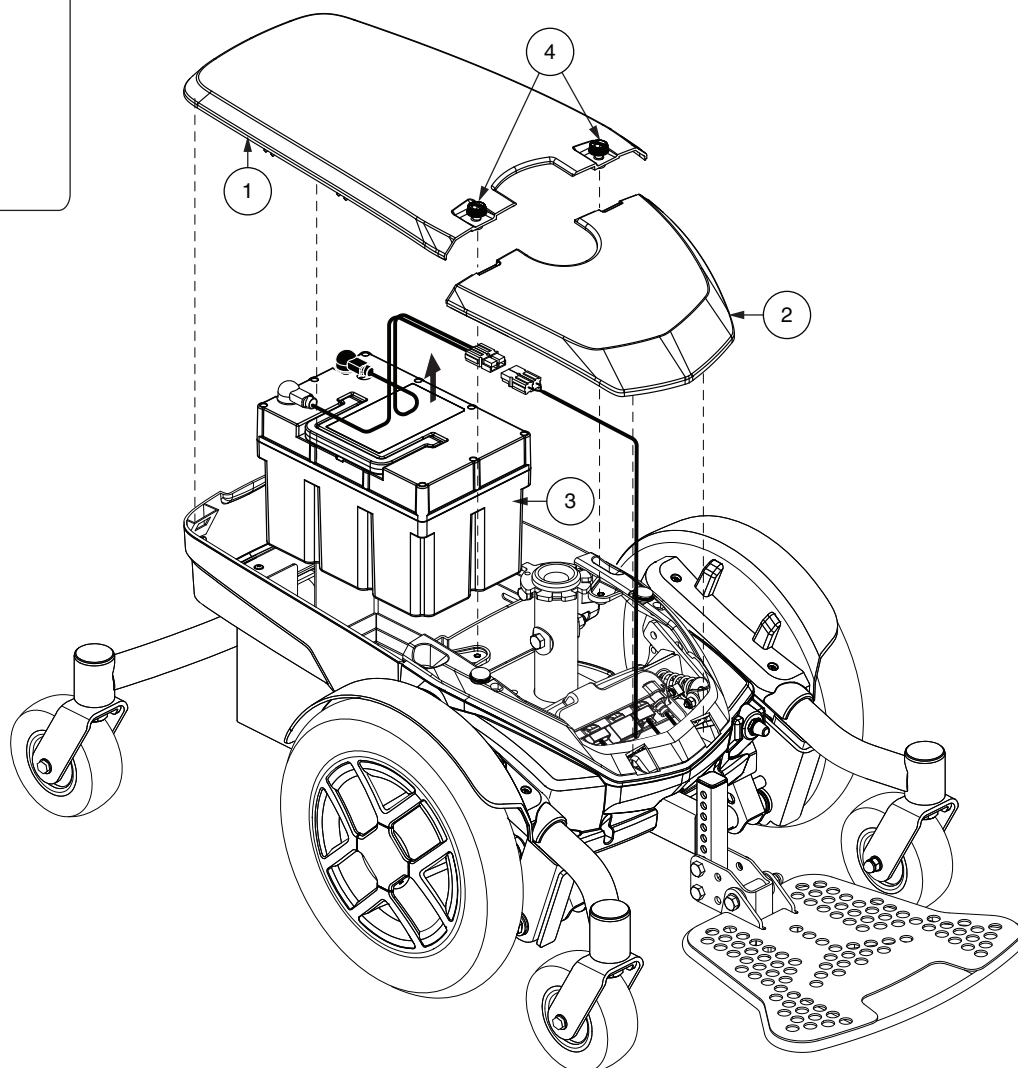

Figure 25. Installation de la batterie au lithium (Siège retiré pour plus de clarté)
Un diagramme est imprimé sur un autocollant situé sur la base motorisée. Voir la figure 25. Voir la section VI. "Batteries et recharge" pour connaître les spécifications des batteries.
8. Pour installer une nouvelle batterie au lithium, placez la batterie dans la base motorisée. Assurez-vous que les bornes font face à l'arrière de la base motorisée. Voir la figure 25. Connectez le faisceau de batterie arrière à la base motorisée.